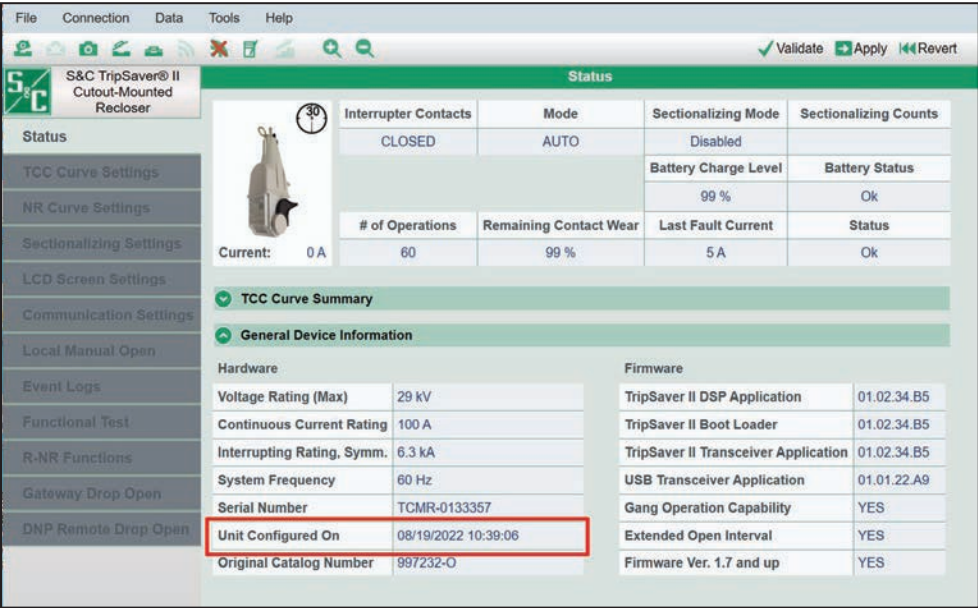

Figura 112. El campo Unidad Configurada en Encendido.
- PASO 5.** Realice un cambio en la configuración del dispositivo. Cualquier cambio hará que el dispositivo inicialice la fecha de configuración en el registro. Valide el cambio según las instrucciones de la sección “Validar” en la página 32 y luego haga clic en el botón **Apply (Aplicar)**. El campo **Unit Configured On** debería mostrar ahora la información correcta. Ver la Figura 112.